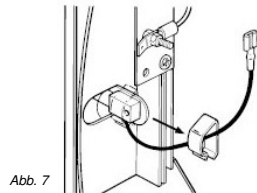

Abb. 7
5. Lösen Sie die Ableitungen von der Klemmenplatte und entfernen Sie die übrigen Clips. (s. Abb. 7)